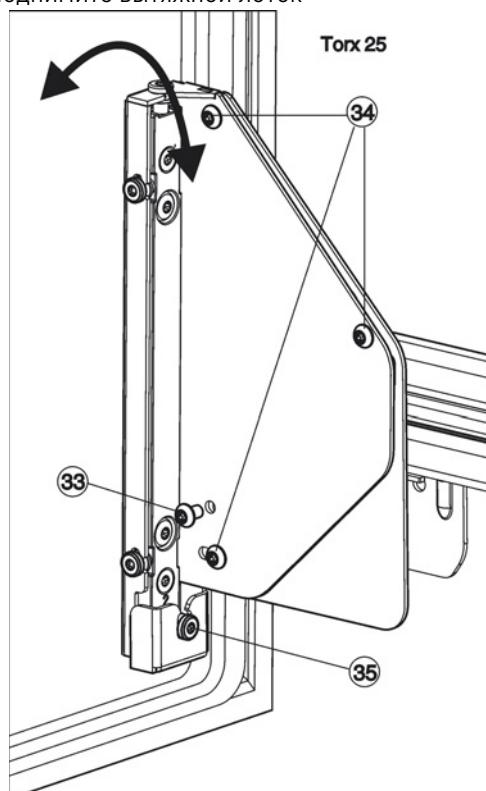

Fig. 26
► Полностью выкрутите винт Fig. 26 (33).
► Винт Fig. 26 (33) можно утилизировать, он больше не понадобится.
► Отпустите винты Fig. 26 (34) только на 1-2 оборота.
► Вращайте регулировочный винт Fig. 26 (35). По часовой стрелке: дверь вверху отклоняется от корпуса устройства. Против часовой стрелки: дверь вверху приближается к корпусу устройства, а внизу отходит от него.
- ▶ После окончания регулировки наклона снова прочно затяните все винты Fig. 26 (34).